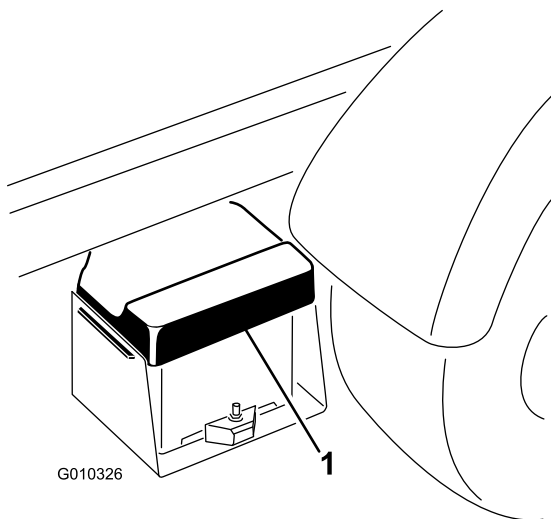

Figura 48
1. Stringete il coperchio della batteria per liberare le linguette dalla cassetta della batteria. Staccate il coperchio dalla cassetta della batteria (Figura 48).